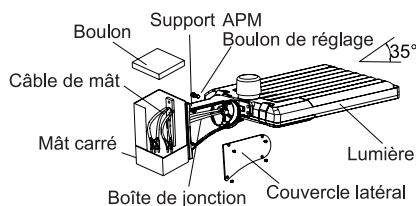

Figure 11
Étape 1 : Fixer le support de montage sur poteau au poteau carré à l'aide d'un boulon, puis insérer le fil connecté à l'intérieur du poteau. (Fig. 11)
Remarque : L'angle est ajustable de 0 à 35°. (Fig. 11)